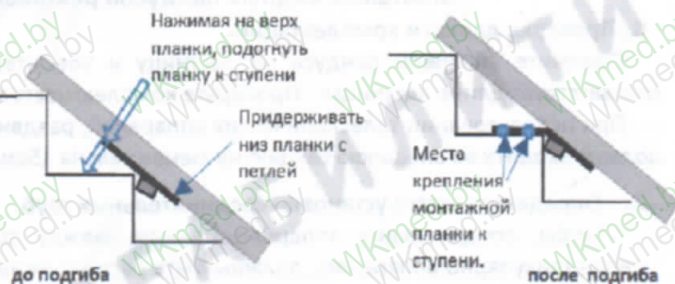

Рис. 4. Гибка и крепление монтажной планки к ступеням
Положить пандус соединительными трубами вниз на лестницу. Рекомендуется устанавливать пандус на расстоянии 10см. от стены, к которой будет подниматься пандус. В зависимости от необходимого расположения пандуса, расстояние может быть другое. Придерживая нижний край монтажной планки с петлей, согнуть монтажную планку таким образом, чтоб она плотно прилежала всей поверхностью к ступени (Рис.4)
6. Установить ручку и фиксатор пандуса к стене (рис.4.).